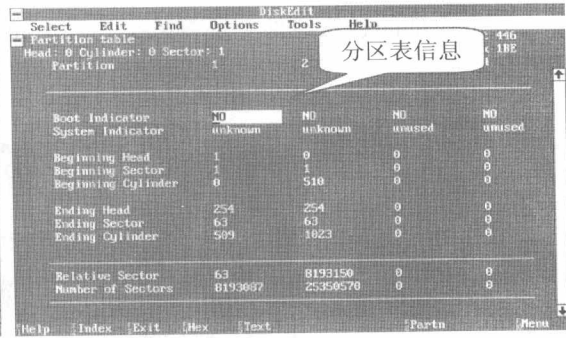

图 8-27 分区表信息
步骤⑧ 在弹出的画面中可以看到硬盘的分区表信息（如图 8-27 所示），如果硬盘划分了主分区和扩展分区，那么分区 1 和分区 2 都会有对应的信息。当然如果有多个主分区，那么 3 和 4 也会有对应的显示信息，不过这里需要修改的只是分区 1 所对应的 Beginning Cylinder（起始柱面）选项。